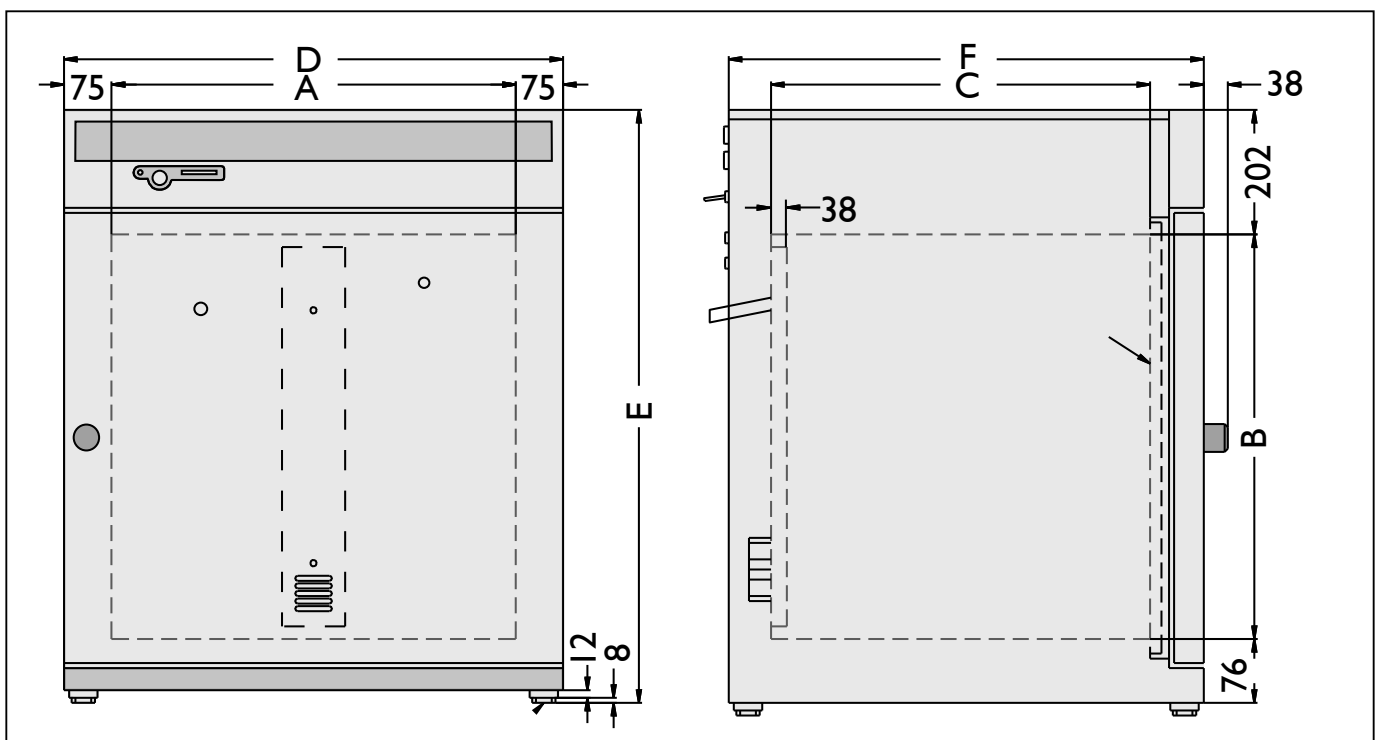

Fig. 6 Dimensiones de los incubadores INCO
* Véase la Fig. 6 en la página 20.